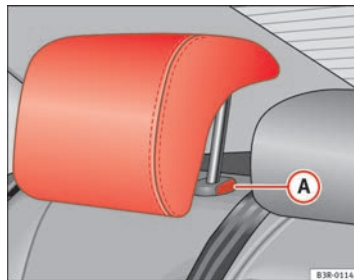

Abb. 113 Hintere Seiten-sitzplätze: Kopfstützen
- Drücken Sie den Knopf **A** ⇒ Abb. 113 und führen Sie die Kopfstütze nach unten.
- Drücken Sie auf die Taste **A** ⇒ Abb. 113 und ziehen Sie gleichzeitig die Kopfstütze heraus. ▶